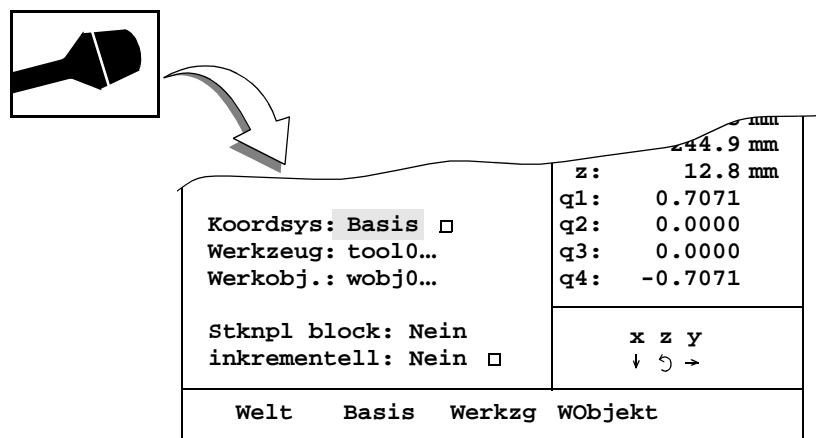

Bild 7 Angabe des Koordinatensystems im Fenster Bewegen.
- Das Feld **Koord** auswählen (siehe Bild 7).